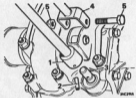

Abb. F.30
3. Stift abtreiben, der die Gangschaltstange an der Schaltwelle sichert, siehe Abb. F.30.
4. Mutter und Schraube abziehen, welche die Führungsstangengabel am Achsantriebsgehäuse sichern; siehe Abb. F.30.